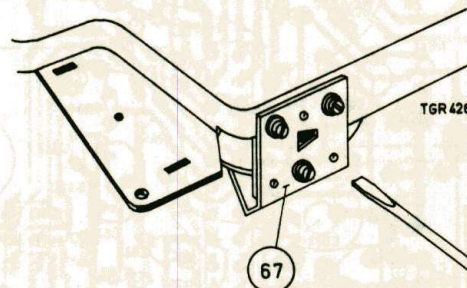

Fig. 5
Note: When refitting lower bearing bracket 67 of the flywheel, ensure that the groove of flywheel 66 and that of idler wheel are flush. The height of the flywheel can be adjusted through the triangular hole in lower bearing bracket 67 by means of a screwdriver (see Fig. 5).
Note: When refitting, ensure that the tace of idler wheel bracket 63 engages the hook of wire spring 60. After fixing lower bearing bracket 67, the groove of flywheel 66 and that of idler wheel 63 should be flush. The height of the flywheel can be adjusted through the triangular hole in the lower bearing bracket by means of a screwdriver (see Fig. 5).
- N. B. : Bij bevestiging van de onderlagerbeugel 67 van het vlieg-wiel dient er op gelet te worden dat de snaargroef van het vliegwiel 66 en die van het speelwiel 63 op gelijke hoogte liggen. De hoogte van het vliegwiel is met behulp van een schroevendraaier in het driehoekige gat in de onderlagerbeugel 67 in te stellen, zoals aangegeven in fig. 5.
- N. B. : Bij montage dient er op gelet te worden dat het lipje van de speelwielbeugel 63 in het haakje van draadveer 60 valt. Na bevestiging van de onderlagerbeugel 67 moet de snaargroef van het vliegwiel 66 en die van het speelwiel 63 op gelijke hoogte liggen. De hoogte van het vliegwiel is in te stellen met een schroevendraaier in het drie-hoekige gat in de onderlagerbeugel 67 zoals aangegeven in fig. 5.